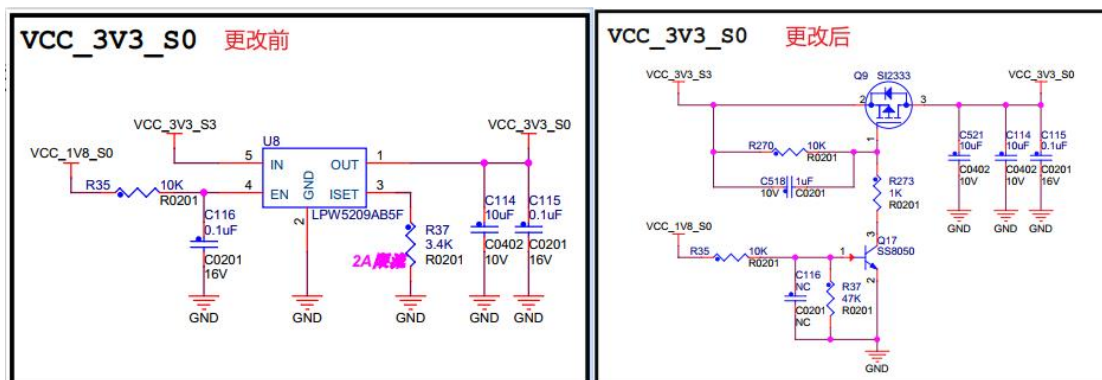

图 3
3. VCC_3V3_S0 的限流电子开关改成 PMOS 开关, 更改前后对比如图 3 所示。